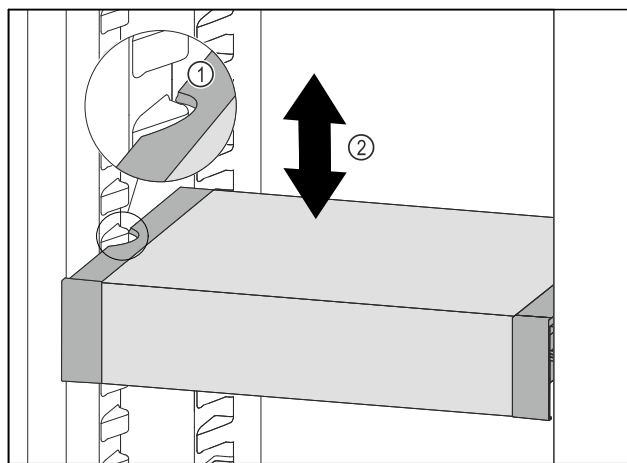

Fig. 82
- VarioSafe w chłodziarce przesunąć w górę lub w dół, aż zostanie osiągnięta żądana wysokość. Fig. 82 (2)